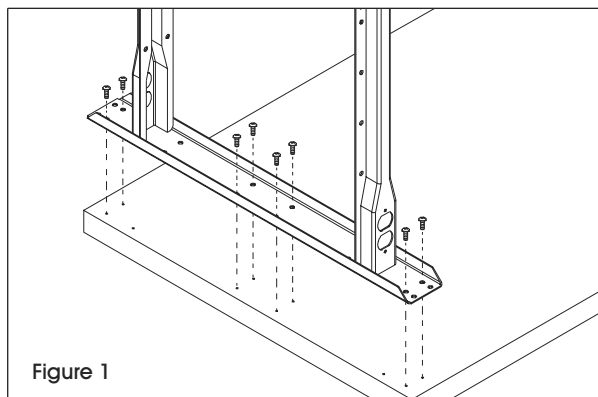

Figure 1
1. Insérez les pattes réglables (1) dans les pieds (2) et glissez-les jusqu'à la hauteur désirée.
2. Placez les pieds (2) en position verticale. Les pieds doivent être placés à environ 104 cm (41 po) l'un de l'autre dans le cas des unités de 122 cm (48 po), à 135 cm (53 po) de distance pour les unités de 152 cm (60 po), et à 165 cm (65 po) de distance pour les unités de 183 cm (72 po).
3. Fixez le longeron (3) aux pieds de la table à l'aide des quatre trous centraux situés dans les pieds arrière. Fixez-le à l'aide de huit boulons, rondelles et écrous, mais ne serrez pas complètement. (Voir Figure 1)